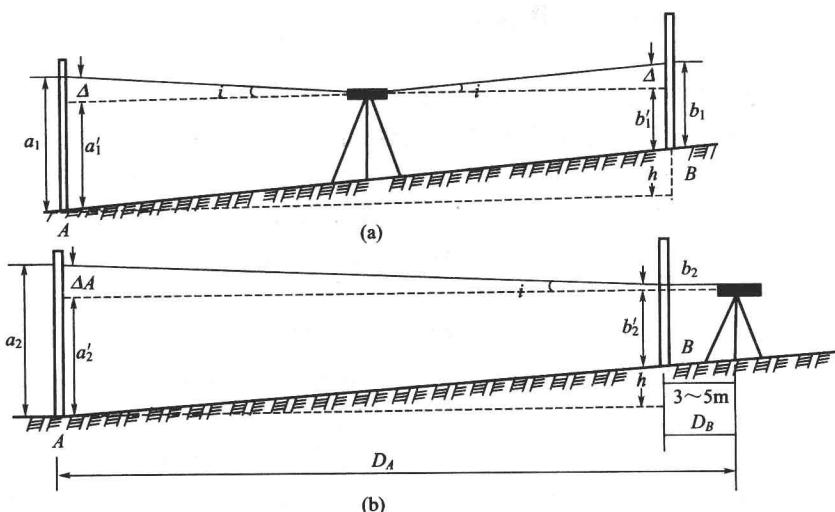

图 1-1
(1) 检验与校正的顺序应遵循下述原则：即前面检验的项目不受后面检验项目的影响。
(2) 检验与校正的顺序如下。
① 圆水准器的水准轴应与仪器的旋转轴平行的检验与校正
② 十字丝横丝应与仪器旋转轴垂直的检验与校正
③ 望远镜视准轴应与水准管的水准轴平行的检验与校正
a. 检验方法 在平坦地方选定适当距离的两个点 A 和 B ，并用木桩钉入地面，或用尺垫代替。置水准仪于 A 、 B 的中间，使两端距离严格相等，如图 1-1(a) 所示，此时测量出正确的高差 h_{AB} ，然后将仪器置于 B 点附近，如图 1-1(b) 所示，测量有 i 角影响的高差 h''_{AB}